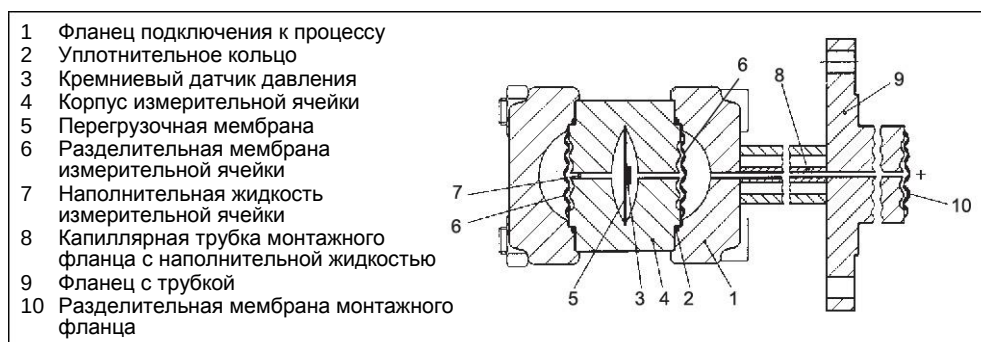

Рис. 8 Измерительная ячейка для уровня, функциональная схема
Входное (гидростатическое) давление гидравлически передается через разделительную мембрану (№ 10 на рис. 8, стр. 19) в монтажном фланце на измерительную ячейку. Дифференциальное давление, воздействуя на измерительную ячейку, передается через разделительные мембраны (6) и наполнительную жидкость (7) на кремниевый датчик давления (3). Превышение пределов измерения вызывает прогибание перегрузочной мембраны (5), пока одна из разделительных мембран (6) не коснется корпуса измерительной ячейки (4). Таким образом реализуется защита датчика давления (3) от перегрузки. Измерительная диафрагма прогибается под воздействием дифференциального давления. Кроме того, изменяется сопротивление четырех пьезорезисторов в мостовой схеме, легированной в измерительную диафрагму. При изменении сопротивления на выходе мостовой схемы создается напряжение, пропорциональное дифференциальному давлению.